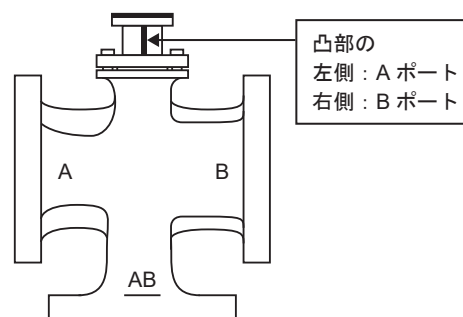

図7 ポート確認
- 保温材が巻かれているときには、『図7』のようにバルブ本体上部の凸部より判断してください。